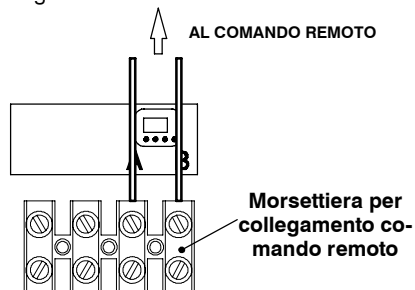

fig. 5.21
- Collegare ai morsetti **A** e **B** della morsetteria i due conduttori elettrici come indicato in fig. 5.21